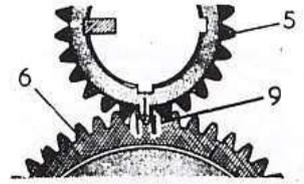

Figure 18. — Repérage des pignons de distribution, 5. Pignon en bout de vilebrequin, 6. Roue d'arbre à cames, 9. Repères
- Repérer le pignon et la roue (fig. 18).
- Vérifier l'état de la face (A) du volant en contact avec le disque d'embrayage; si elle est striée ou non parallèle à la face (B) du volant, il faut le rectifier.
- Les faces (A) et (B) doivent être retouchées à la même cote (la cote $24 \pm 0,1$ de la figure 18 est impérative), et les deux opérations doivent être effectuées sans déposer le volant du tour pour que les deux faces soient parallèles (la tolérance de voile per-mise est de 0,08 mm).